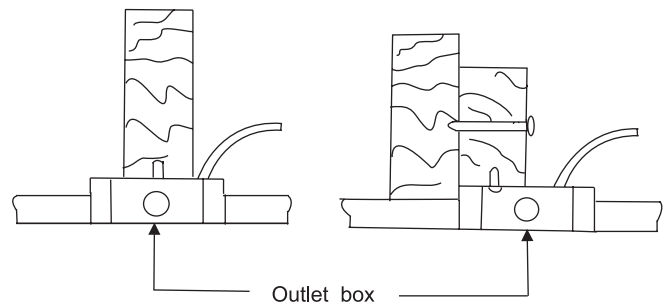

Figure 2
2. Pass the two leads of light kit through the switch housing, washer and nut, Screw the light kit into the switch housing (see FIG 2).
2. Faites passer les deux fils dans le boîtier d'interrupteur, dans la rondelle et dans l'écrou. Vissez l'éclairage sur le boîtier d'interrupteur. (voir figure 2).